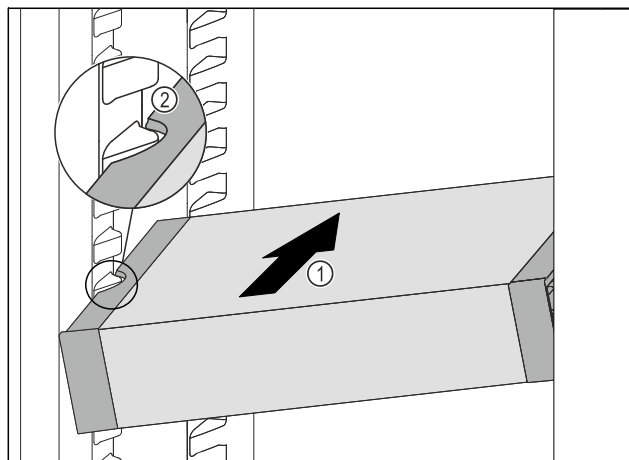

Fig. 63
▶ Zasuňte VarioSafe do chladničky pod úhlem tak Fig. 63 (1), aby vybrání na bocích Fig. 63 (2) VarioSafe byla na úrovni žebrování na nádoby v chladničce.